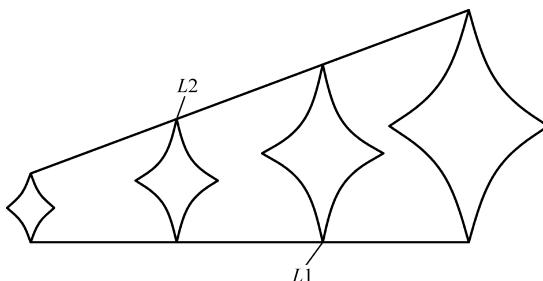

图 3-32 习题 3 图
3. 将大小相等的曲边菱形垂直缩放到两直线 L_1 和 L_2 之间，结果如图 3-32 所示。